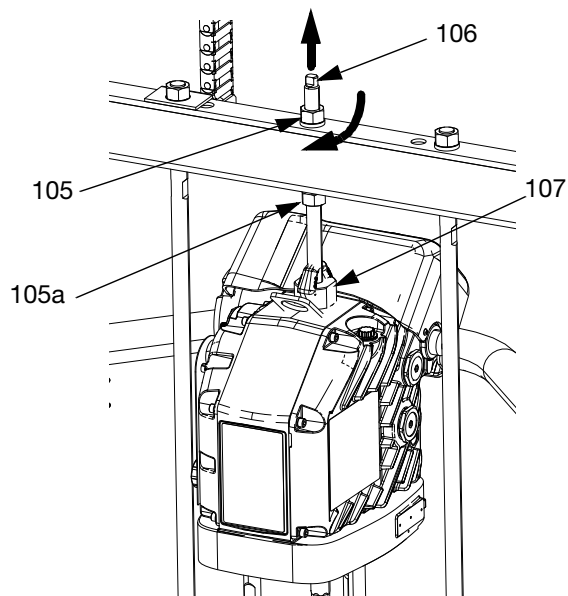

FIG. 45
1. Insérer le bas de pompe (AC) sur le cylindre (AD). Suivre les étapes de **Branchement du cylindre** à la page 50.
3. Brancher le moteur (AB) :
- a. Utiliser une clé sur l'écrou (105) sur le haut de la barre de l'élévateur pour abaisser le moteur (AB) sur le bas de pompe (AC). Voir FIG. 45 à la page 51. Serrer l'écrou (105) vers le haut et le serrer sous la barre de l'élévateur. Serrer l'écrou (105) en dessous de la barre transversale à un couple maximum de (34 N•m).